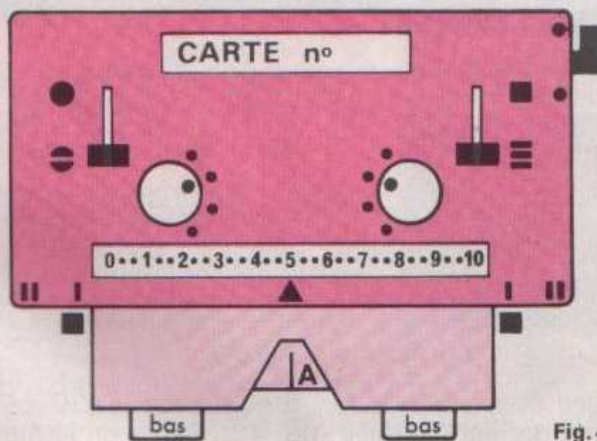

Fig. 43
- Régler le chariot comme suit : (fig. 43).